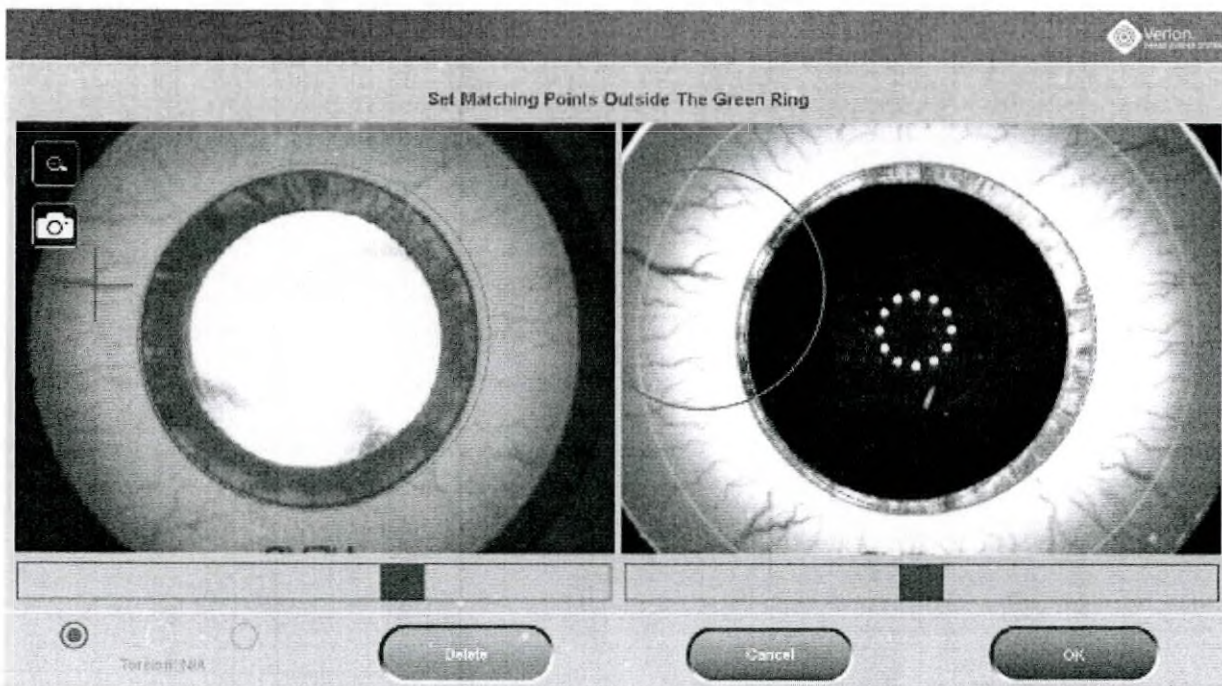

Рисунок 94. Параллельный режим, отмечен один ориентир из трех
- Как только один ориентир будет отмечен на одном изображении, круг соответствующего цвета отметит область, в которой должен находиться соответствующий ориентир на правом изображении (± 15 градусов от положения нулевого поворота), как показано на Рисунок 94.